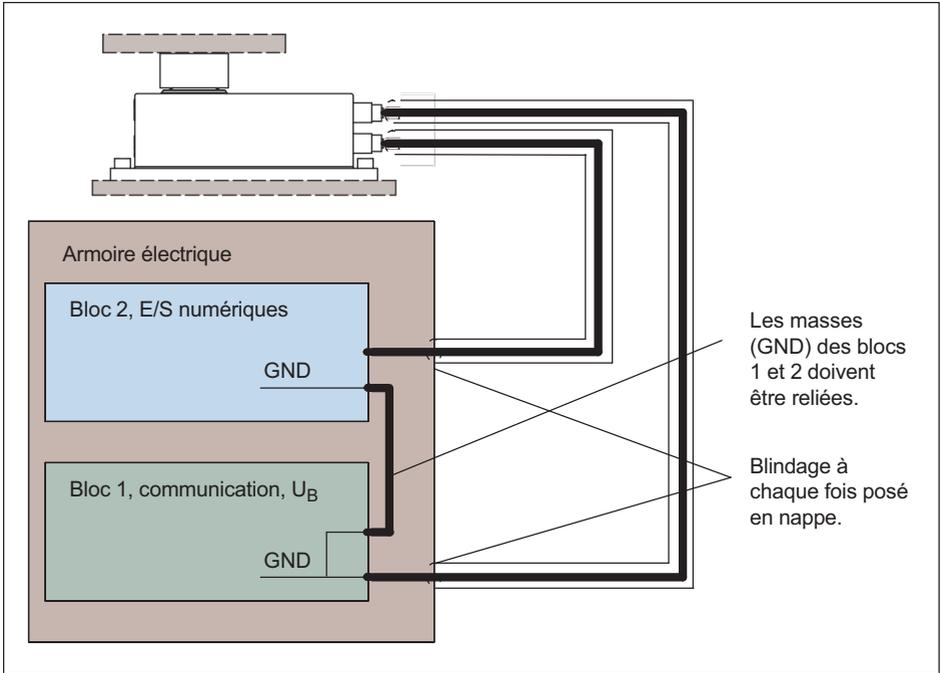

Fig. 7.3 Raccordement des potentiels GND en cas de montage dans une même armoire
2. Les deux blocs fonctionnels se trouvent dans la même armoire électrique (Fig. 7.3).
En cas de montage de tous les blocs fonctionnels dans une même armoire électrique (Fig. 7.3 page 21), s'assurer que les potentiels GND des deux blocs sont reliés.